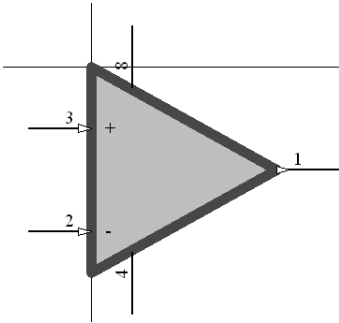

图 11-18 放置所有引脚
(1) 单击原理图符号绘制工具中的（放置引脚）按钮，光标变成十字形状，并附有一个引脚符号。
(2) 移动该引脚到多边形边框处，单击完成放置。用同样的方法，放置引脚 1、2、3、4、8 在三角形符号上，并设置好每一个引脚的属性，如图 11-18 所示。这样就完成了一个运算放大器原理图符号的绘制。
(1) 选择菜单栏中的“编辑”→“选中”→“内部区域”命令，或者单击“原理图库标准”工具栏中的（选择区域内部的对象）按钮，将图 11-18 中的子部件原理图符号选中。
(2) 单击“原理图库标准”工具栏中的（拷贝）按钮，复制选中的子部件原理图符号。
(3) 选择菜单栏中的“工具”→“新建部件”命令，在“SCH Library”（SCH 元件库）面板上库元件“LF353”的名称前多了一个符号，单击符号，可以看到该元件中有两个子部件，刚才绘制的子部件原理图符号系统已经命名为“Part A”，另一个子部件“Part B”是新创建的。
(4) 单击“原理图库标准”工具栏中的（粘贴）按钮，将复制的子部件原理图符号